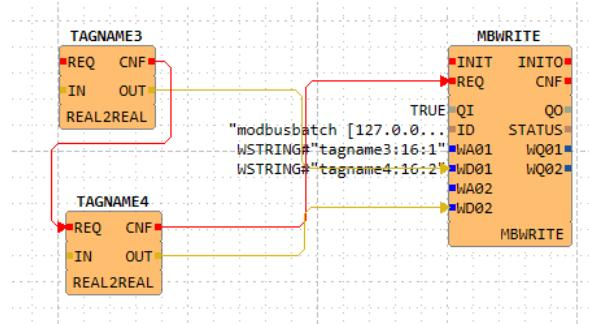

Рисунок 105 – Инициализация входа WD01 в REAL
- ## 1. Создание соединения с параметром определённого типа (см. Рисунок 105)